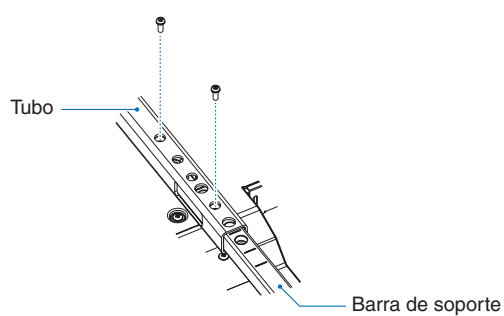

Figura 2
2. Instale la barra de soporte y el tubo con los tornillos que se incluyen. Atornille los dos tornillos en los agujeros del tubo (**Figura 2**).